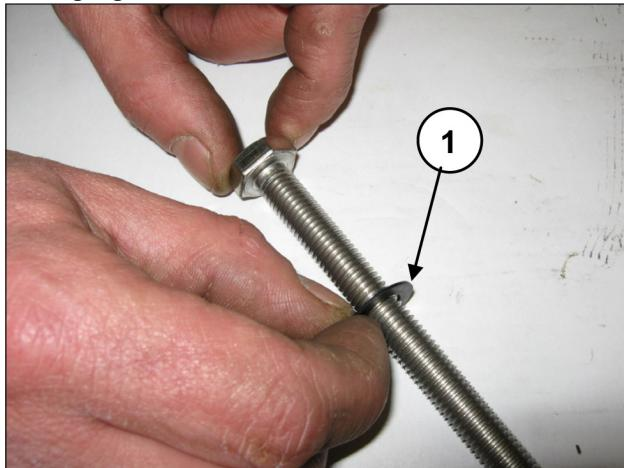

Abb. 156
Setzen Sie die Unterlegscheibe Ø10x18x0.9 auf die Befestigungsschraube des Kolbens (Pos. ①, Abb. 156).